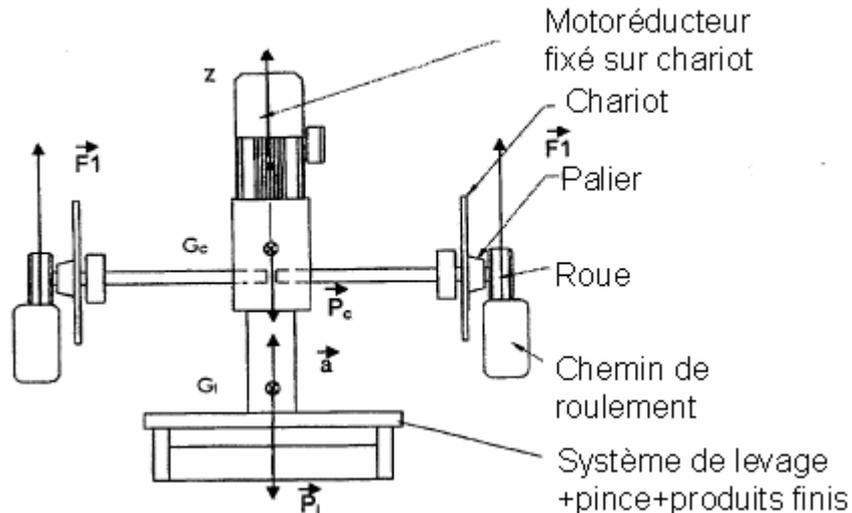

FIG.4 SCHEMA (vue avant) DU CHARIOT+PINCE+SYSTEME DE LEVAGE
- la masse du chariot (1) de translation et de tout son équipement est  $m_c = 1200 \text{ kg}$ .
- la masse totale levée (système de levage et sous ensemble pince (31)+ produits) est  $m_1 = 2600 \text{ kg}$
- 70 % de la masse totale  $m$  est reportée sur l'essieu moteur (FIG.4)